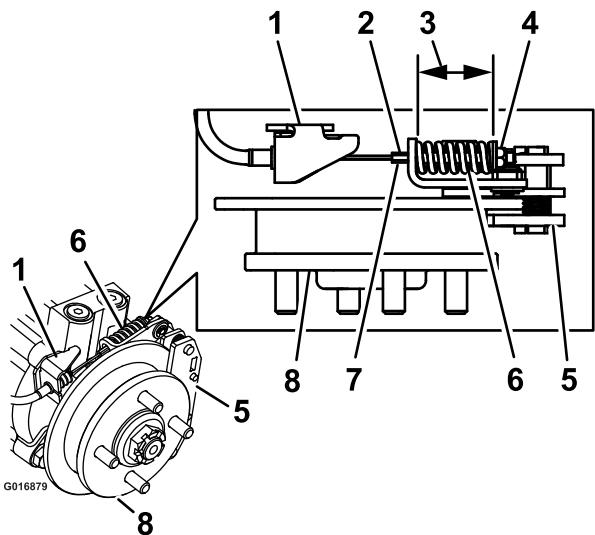

Figura 72
9. Sujete el extremo de la varilla roscada con una herramienta y ajuste la contratuerca hasta que el muelle mida de 1-1/2 a 1-9/16 pulgada (3,8 a 4,0 cm) (Figura 72). No deje que el cable gire mientras se aflojan las tuercas.